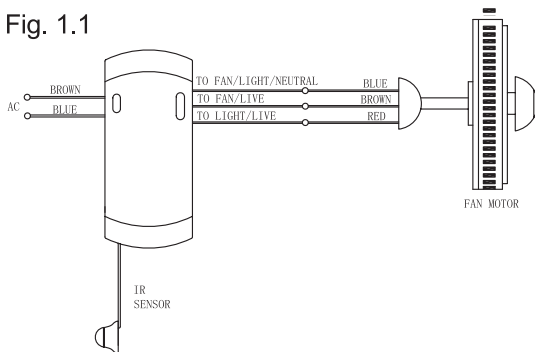

Fig. 1.2
4. Una vez realizadas las conexiones podrá colocar el receptor en el soporte de la barra de sujeción. Arrastre la cubierta hacia arriba para cubrir tanto el receptor como el soporte (fig. 1.2).